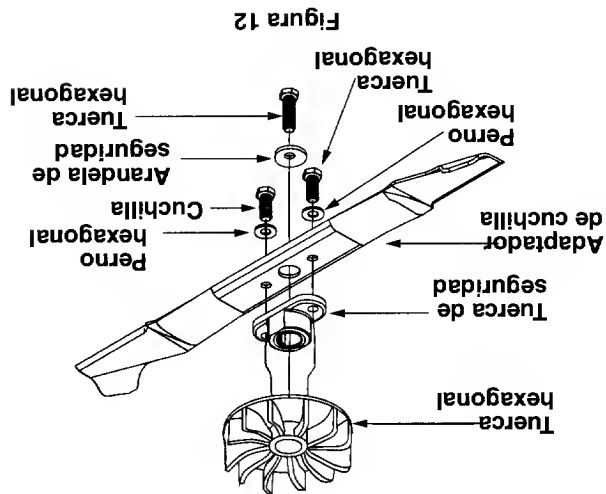

Figura 12
- Al reemplazar la cuchilla, asegúrese de instalar la cuchilla con el lado de la cuchilla marcada "Bottom" ("Fondo" (o con el número de pieza) enfrentado al suelo, cuando la cortadora esté en la posición de operación. Asegúrese también de seguir el orden correcto según se muestra en la figura 12.
- Ensamble los pernos, las arandelas y las tuercas en el orden exacto de extracción. Vea la figura 12.
- Usar una llave de caja o de extremo abierto de 9/16", extraiga el perno central y la arandela de seguridad y asegure la cuchilla en el adaptador. Vea la figura 12.
- Extraiga los dos pernos pequeños, arandelas de seguridad y asegure la cuchilla en el adaptador. Vea la figura 12.